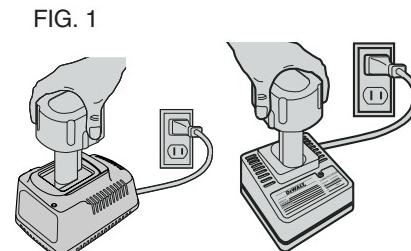

FIG. 1
2. Inserte el paquete de baterías en el cargador como demostrado en la FIG.1, asegurándose que el paquete está completamente colocado en el cargador. La luz roja (cargando) relucirá continuamente indicando que el proceso de carga ha comenzado.
2. Inserte el paquete de pilas en el cargador, como demostrado en la FIG. 1, asegurándose que el paquete esté completamente colocado en el cargador. La luz roja relucirá y el cargador sonará una vez indicando que el proceso de carga ha comenzado.